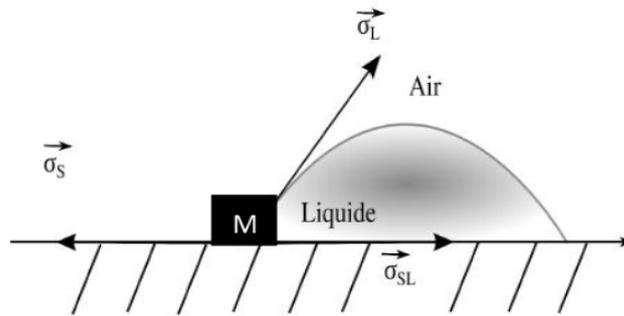

Figure 3.1
Considérant en effet l'équilibre d'une goutte liquide posée sur une surface horizontale du solide. La figure 3.1 montre bien l'existence des trois (03) phases.